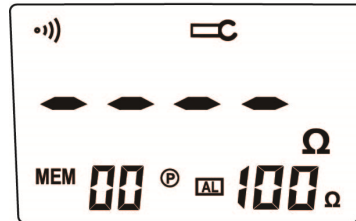
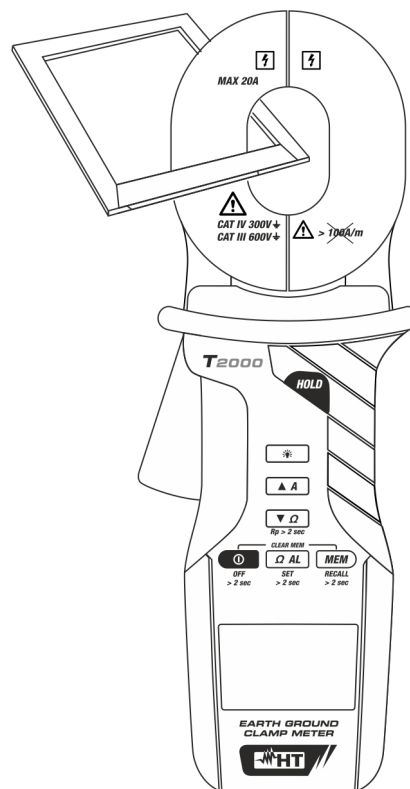

Fig. 7
Fig. 8: Mesure de Résistance de la boucle de test
3. Ouvrir le tore doucement (l'écran affiche Fig. 7) et insérer une des boucle de test fournie (voir la Fig. 8).
3. Ouvrir le tore doucement (l'écran affichera Fig. 7) insérer le déperditeur dans la mesure et lire le résultat à l'écran.